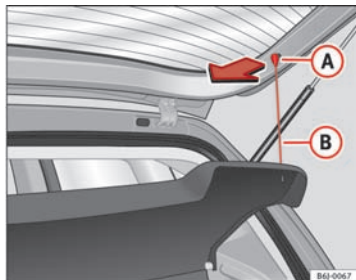

Fig. 90 Bagagerumsafdækning
- Hægt stropperne ⇒ Fig. 90 **B** af holderne **A**.